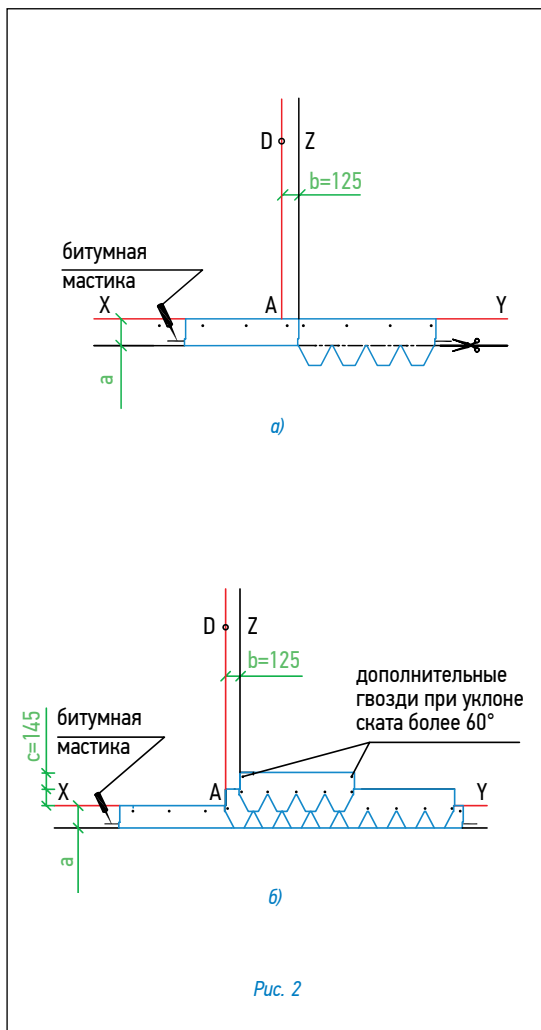

Рис. 2
Укладка материала (рис. 2)
- Начальный ряд формируется из специальной коньково-карнизной черепицы, либо из листов черепицы обрезанных по линии образованной конечными точками вырезов. Элементы начального ряда укладываются по линии карниза в обе стороны от линии Z (рис. 2а) и фиксируются по нижнему краю битумной мастикой, а по верхней кромке 4 гвоздями (ось гвоздей на 5 см ниже верхнего края полосы);
- далее первый ряд черепицы укладывается от линии AD (рис. 2б);
- второй ряд укладывается от линии Z (со смещением 12,5 см от AD) (рис. 2б);
Для крепления гибкой черепицы используются гальванизированные кровельные гвозди (FeZn) улучшенного прилегания (ершенные, крученые) с гладкими широкими шляпками (диаметр гвоздя – не менее 3 мм, диаметр шляпки не менее 9 мм). Длина гвоздей зависит от толщины и типа обрешетки. Каждый лист гибкой черепицы крепится 5 гвоздями в штатных местах таким образом, чтобы гвоздь прошивал и верхний край нижележащего листа черепицы (рис. 2б). При укладке черепицы на скатах с уклоном больше 60° лист должен крепиться 7 гвоздями (рис. 2б).